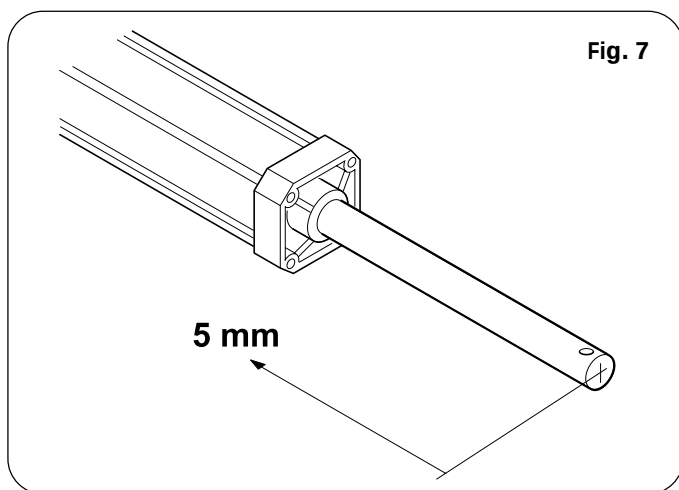

Fig. 7
- 4) Extraiga completamente el vástago hasta el tope y hágalo entrar de nuevo unos 5 mm (Fig.7).